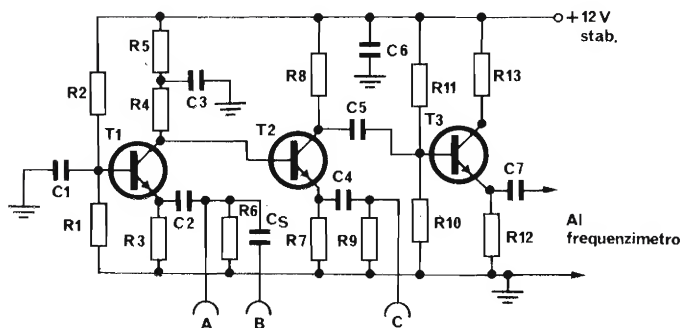

Fig. 1 - Schema elettrico del misuratore LC.
**L**a esatta misura del coefficiente di un'induttanza da pochi nH a qualche centinaio di  $\mu\text{H}$ , cioè nel campo delle RF, non è in genere, cosa agevole in quanto presuppone strumenti sofisticati, magari digitali, di costo tutt'altro che elaborabile. Un articolo recentissimo pubblicato "cq DL" (la rivista dei Radiomatori Tedeschi), a firma di DC6NN, Horatschek, sviluppa un criterio che per la sua semplicità e la precisione consentita può essere suggerito ai lettori con l'assicurazione di un risultato ineccepibile. Il circuito elettrico dello strumento la cui basetta stampata misura  $68 \times 44 \text{ mm}$  appare in *fig. 1*. Come si può notare, si tratta di un oscillatore di tipo Butler originariamente a cristallo, modificato per lavorare come oscillatore libero.